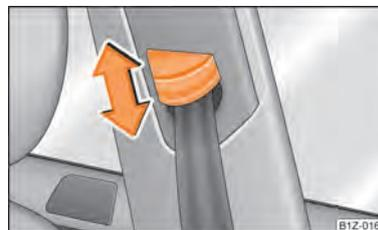

Fig. 120 Assentos da frente: Ajuste da altura do cinto
- Carregue e empurre o suporte do cinto para a posição pretendida, para cima ou para baixo ⇒ Fig. 120.